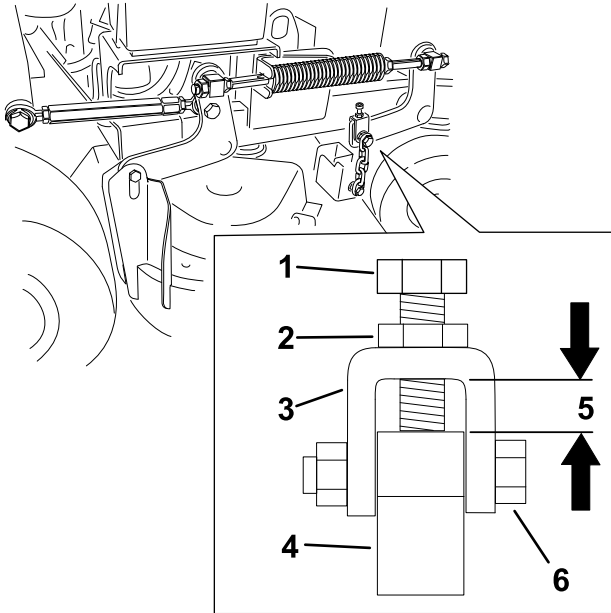

Figure 79
Remarque: L'écart doit être de 11 mm, comme montré à la Figure 79.
6. Si un réglage est nécessaire, desserrez le boulon de chaîne supérieur (Figure 79).
- Desserrez l'écrou de blocage et ajustez le boulon de réglage de sorte à obtenir la distance correcte, indiquée à la Figure 79.